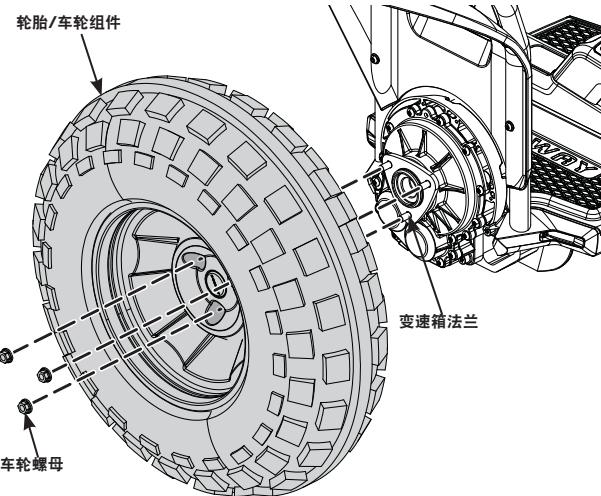

图 71：拆卸/安装 x2 SE 轮胎/车轮组件
3. 使用一把 13 mm 套筒扳手，卸下三个车轮螺母并丢弃（参见图 71）。
3. 将轮胎/车轮组件放到变速箱法兰上（参见图 71）。